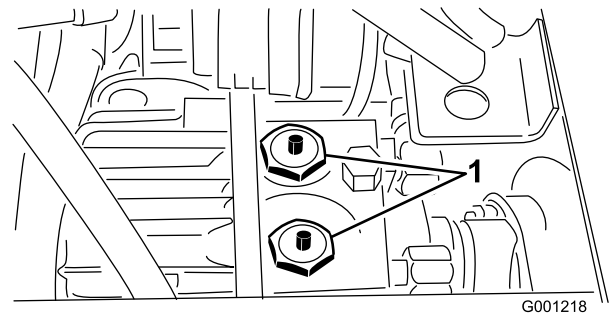

Figura 32
2. Pulse y mantenga pulsados los émbolos de los 2 conjuntos de válvula de desvío, situados encima de la transmisión (Figura 32) mientras empuja o remolca la máquina. En la ilustración de Figura 32,